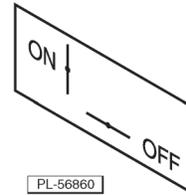

Fig. 5
CONTROLS (FIG. 5) – HGB(M) BROILERS